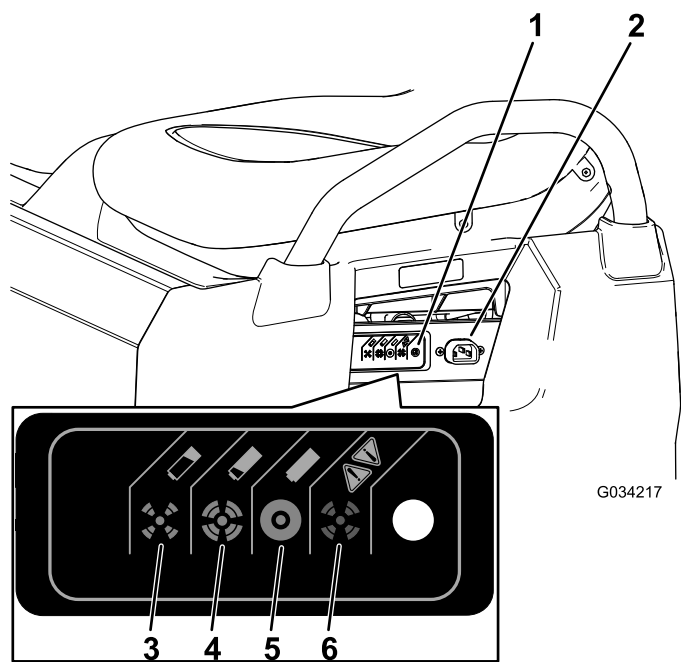

Figura 36
3. Conecte un **cable de cargador de calibre 16 (o de un diámetro mayor), de 8.2 pies (2.5 m) o menos** al conector de carga de la máquina (Figura 36).
Consulte la tabla siguiente y Figura 36 para obtener más información sobre el significado de los diferentes colores de la luz de estado del cargador.